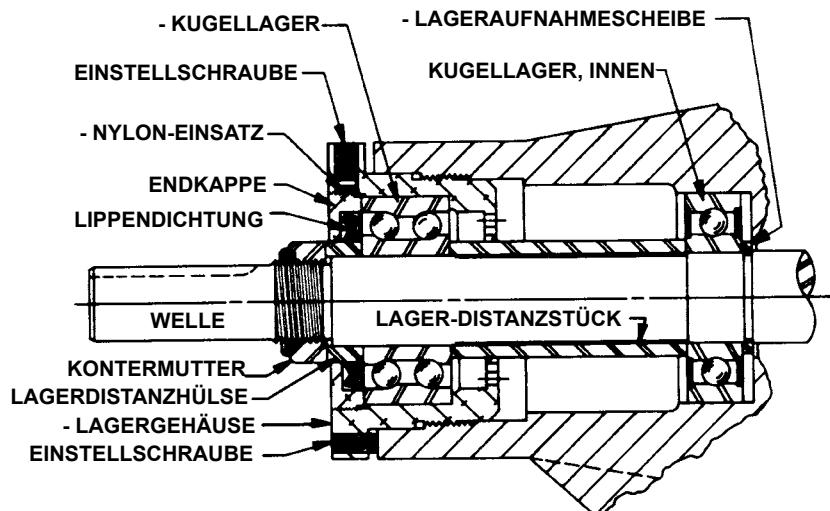

ABBILDUNG 10 - AXIALLAGER BAUGRUPPE GRÖSSEN AS, AK UND AL
AS, AK, AL: Nehmen Sie den Distanzring von der Welle ab. Siehe **Abbildung 10** auf Seite 6.
11. **AS, AK, AL:** Nehmen Sie die Lagerhaltescheibe ab. Eventuell befindet sich die Unterlegscheibe noch am Rotor und Welle oder am Kugellager. Siehe Abbildung 10.
AS, AK, AL: Lösen Sie die beiden Stellschrauben in der Außenfläche des Flansch. Drehen Sie die Abschlusskappe und die Lippendichtung gegen den Uhrzeigersinn und nehmen Sie sie heraus. Nehmen Sie das Kugellager heraus. Siehe Abbildung 10.
AS, AK, AL: Setzen Sie das Lagerdistanzstück auf die Welle und gegen die einzelne Kugellagerreihe. Siehe **Abbildung 10** auf Seite 6.
AS, AK, AL: Setzen Sie das Kugellager in das Lagergehäuse ein. Setzen Sie Lippendichtung in die Abschlusskappe des Lagergehäuses ein. Die Lippenfläche zeigt zum Endstück der Welle. Setzen Sie die Lagerdistanzhülse in die Lippendichtung ein, installieren Sie das Lagergehäuse und ziehen Sie die Einstellschrauben fest an. Siehe **Abbildung 10** auf Seite 6.